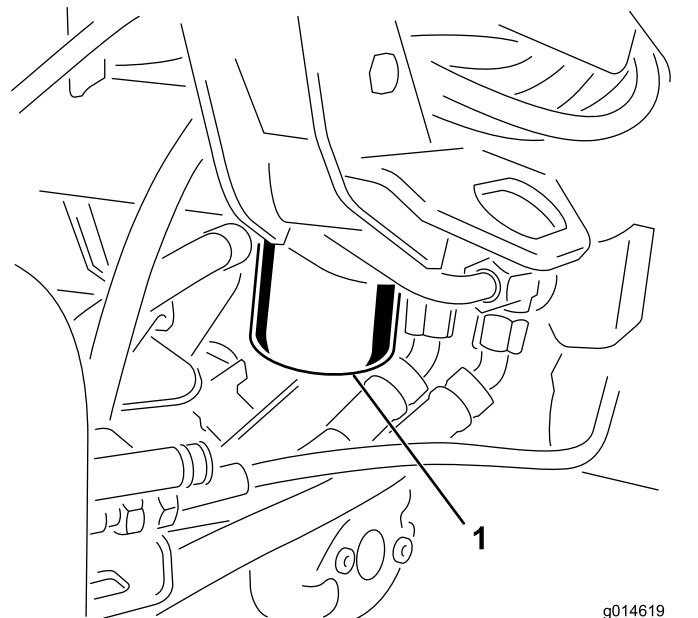

Figura 45
1. Limpe a área ao redor da área de instalação do filtro (Figura 45). Posicione uma bandeja de drenagem sob o filtro e remova-o.